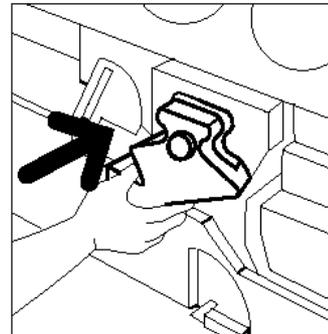

Figure 26 : Insertion du nouveau flacon de récupération de développeur
- 9** Alignez le nouveau flacon de récupération de développeur avec la flèche marquée sur la machine et insérez-le (figure 26).